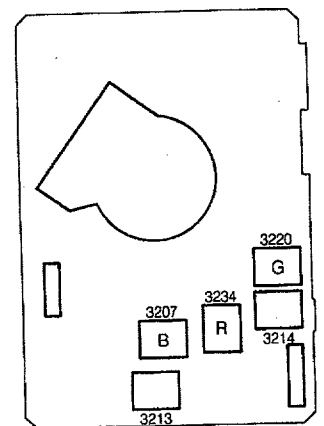

Fig. 9
2. Instellingen op het beeldbuispaneel (Fig. 9)